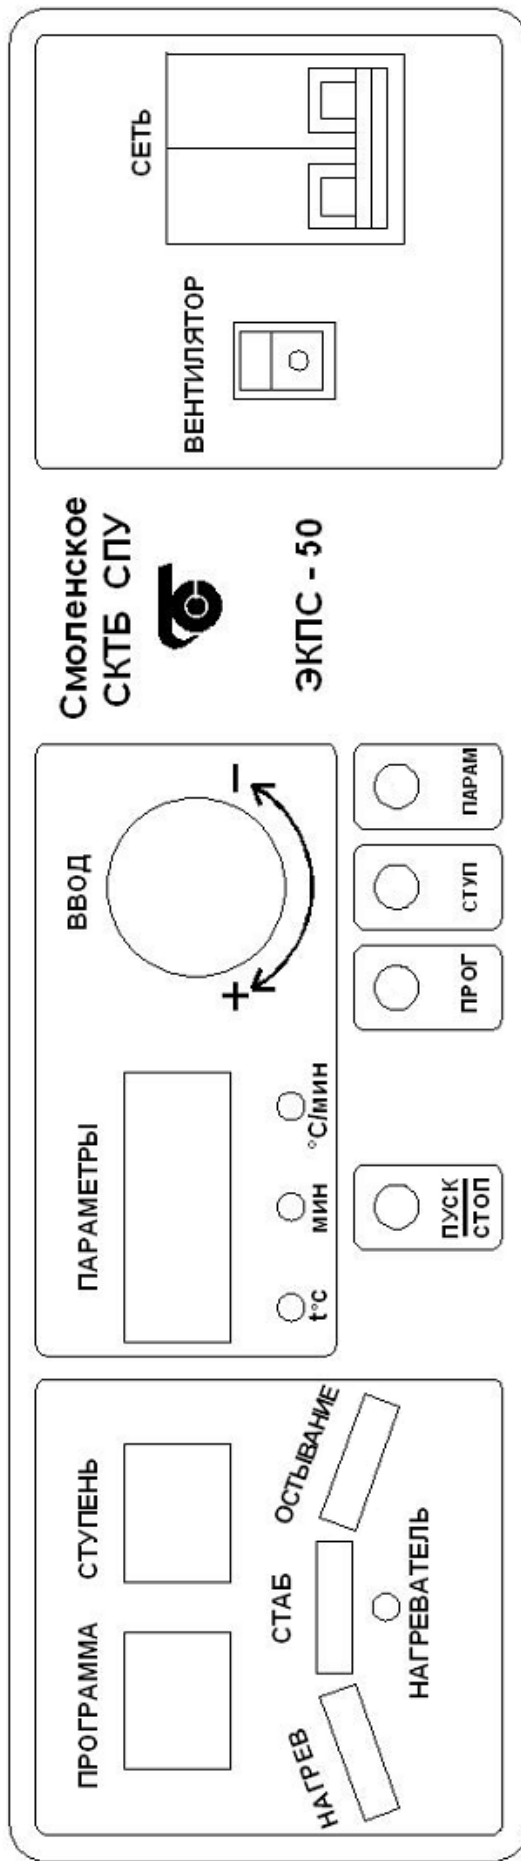

Рис. 3 – Лицевая панель электропечи с многофункциональным блоком МКУ
8.3.3 Включить выключатель «СЕТЬ» на лицевой панели электропечи (рис. 3), при этом на цифровом индикаторе «Программа» загорится номер 1 программы, на цифровых индикаторах «Степень» загорится 1 степень, на индикаторах «Параметры» значение заданной температуры на 1 ступени и светодиодный индикатор «t °С». Цифровые индикаторы «Программа» включены в мигающем режиме – регулятор находится в режиме «ВВОД».